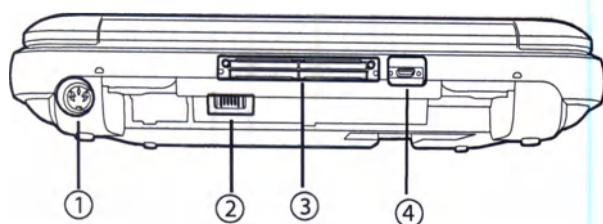

Рис. 2-2 Ультразвуковой аппарат SonoSite Edge II, вид сзади
Вид аппарата сзади показан на рис. 2-2
- 1 Подсоедините кабель питания постоянного тока от блока питания к разъему питания аппарата. См. рис. 2-2.